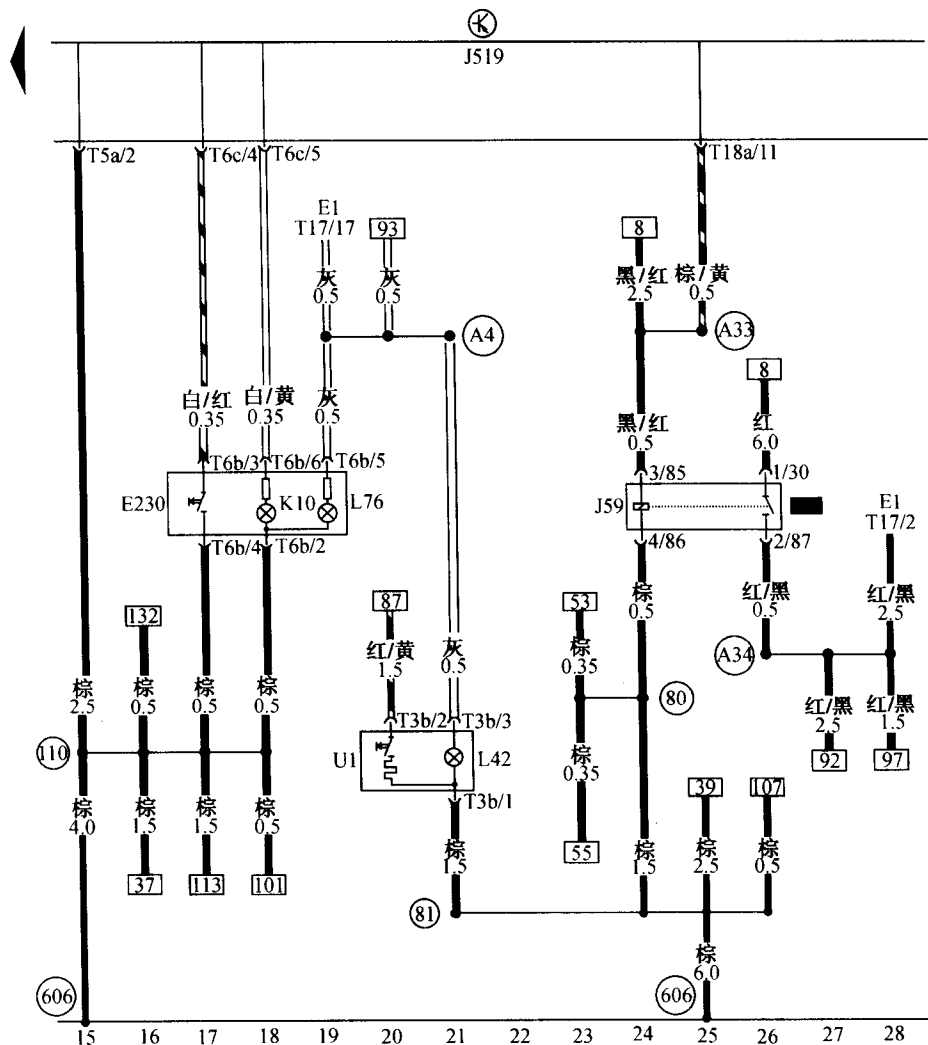

图 1-2
2. 车载网络控制单元、后窗除霜器开关、X-接触的卸载继电器、点烟器 (图 1-2)